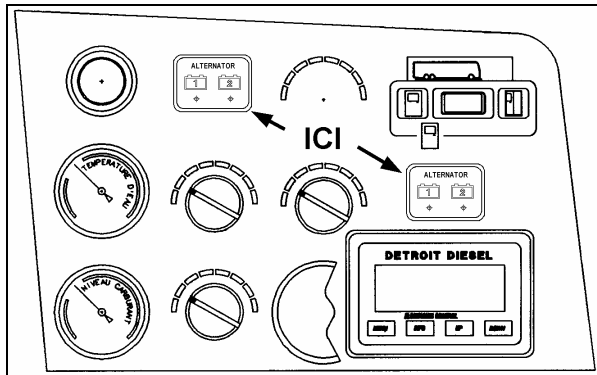

FIGURE 8: INSTALLATION DU DÉCALQUE SUR LE PANNEAU DE DROITE
3. Choisir le meilleur emplacement pour apposer le décalque (Prévost #065524) (voir les figures 8 et 9).